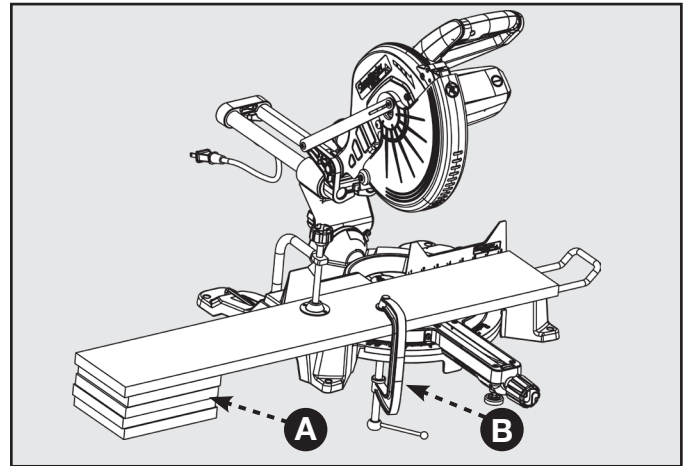

FIGURE 22
Dans la plupart des cas, les rallonges de table incluses (supports de pièce) suffiront pour supporter des pièces plus longues. Si celles-ci ne sont pas assez longues, la pièce doit être soutenue plus loin de la scie. Un support supplémentaire (A) peut être utilisé pour placer la pièce à plat sur la table de sciage. Utilisez l'étau inclus ou une presse en C (B) pour immobiliser la pièce sur la table de la scie à onglets. Voir figure 22.